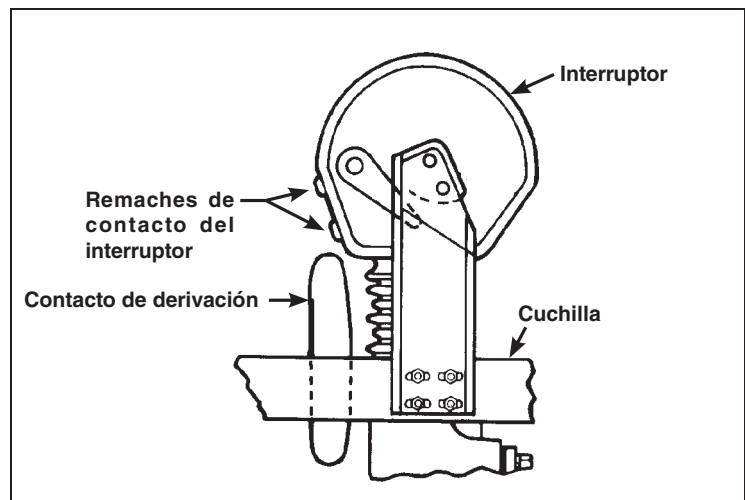

Figura 46. El ensamble de las cuchillas moviéndose en la dirección de *apertura*.
- (g) Mueva la cuchilla en la dirección de *apertura* y verifique que cada contacto de derivación de la cuchilla enganche firmemente sus respectivos remaches de contacto del interruptor antes de que los contactos de la cuchilla se desenganchen de los ensambles estacionarios de los contactos principales. Ver Figura 46. Los contactos de derivación pueden doblarse según sea necesario para ajustarse a estas condiciones.